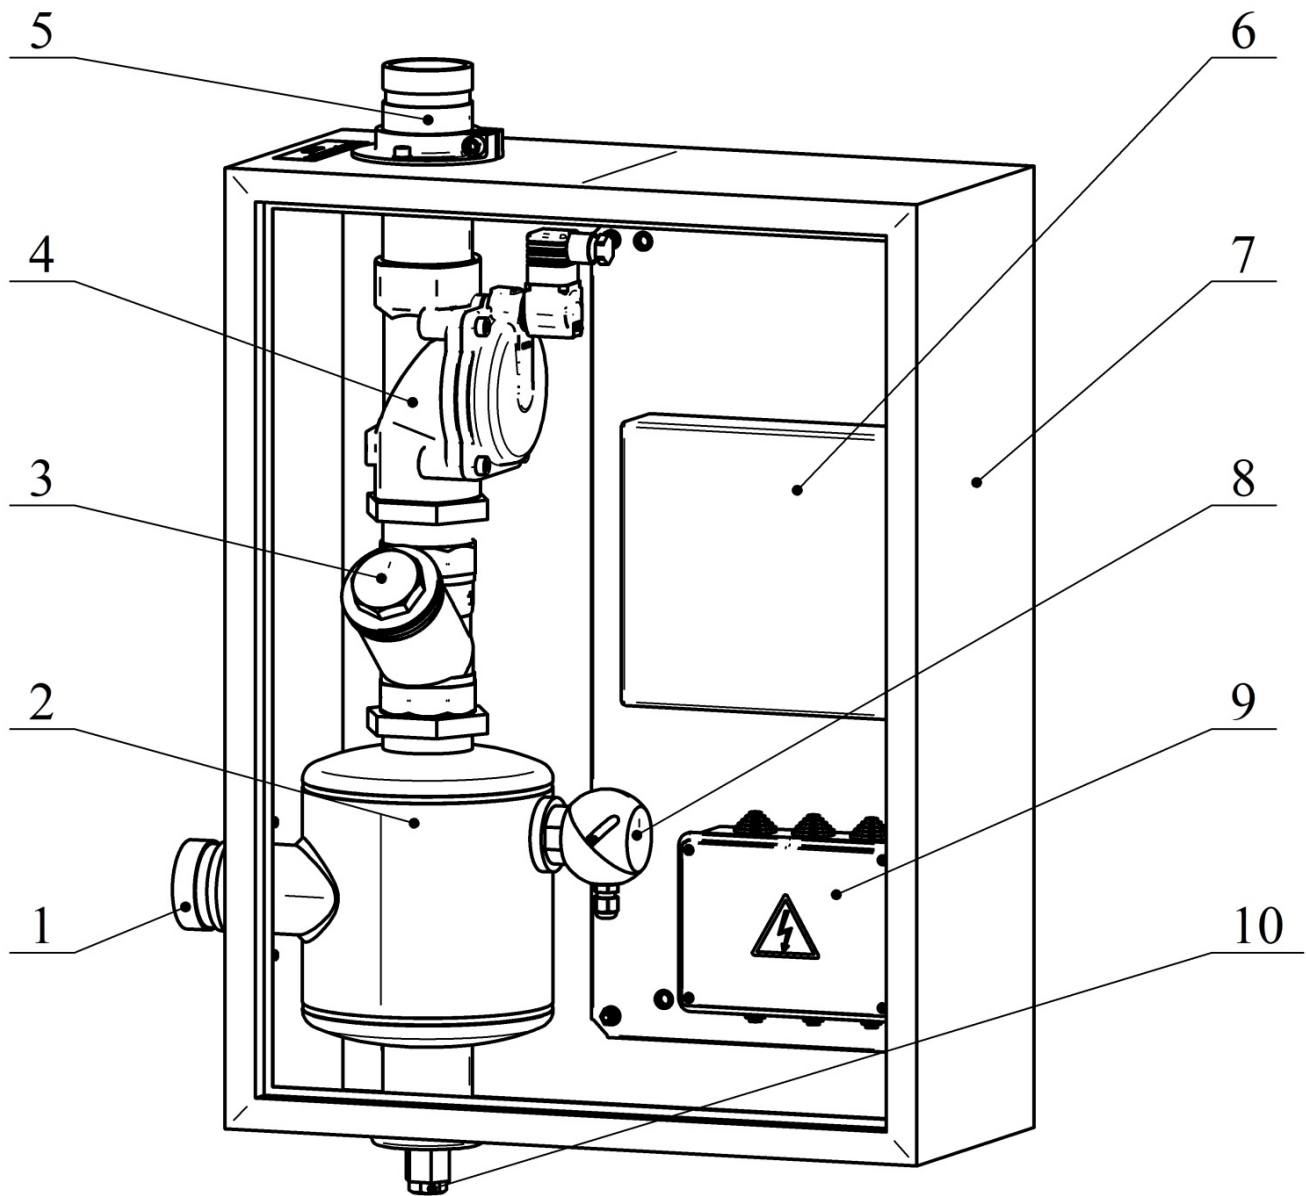

Рисунок 1 - Экспаустер с электроприводом (дверца шкафа не показана)
- наличие напряжение питания эксгаустера (контролируется по индикации РИП 6 и УКУ 8 (рисунок 1));
- отсутствие воды в фильтре-успокоителе (контролируется по индикации УКУ 8 (рисунок 1)).
8.6.8 Снять отстойник со сливной пробкой 10 (рисунок 1) слить воду, удалить возможные загрязнения;
8.6.9 Снять фильтрующий элемент фильтра 3 (рисунок 1), удалить возможные загрязнения;
8.6.10 Снять крышку электромагнитного клапана 4 (рисунок 1), удалить возможные загрязнения;